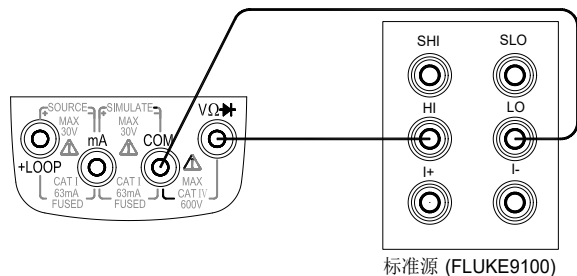
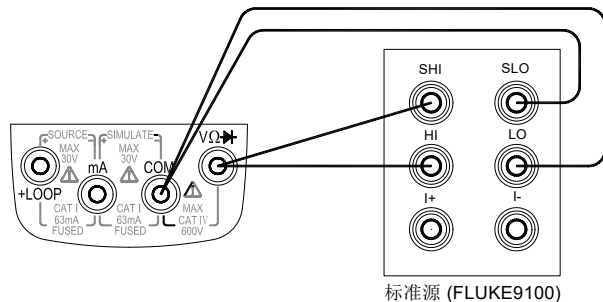
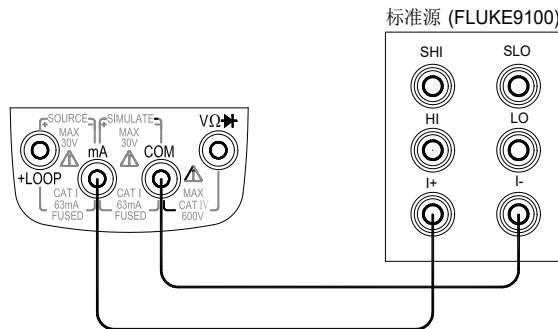

图 4-1 校准接线图
图 4-2 校准接线图
图 4-3 校准接线图
2. 用表笔连接仪表到标准源（见图 4-1、图 4-2、图 4-3）；